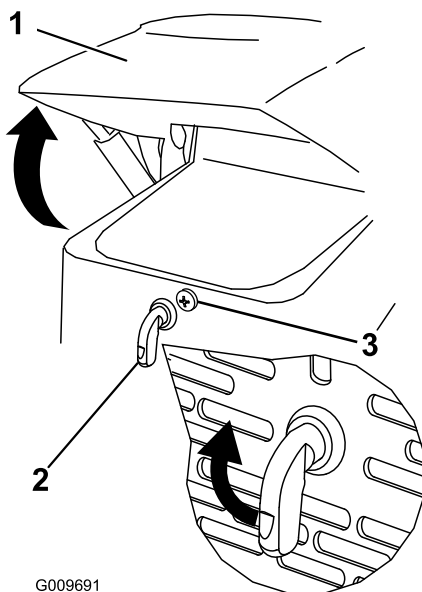

Figura 26
1. Allentate la vite di bloccaggio del cofano (Figura 26)
2. Girate il fermo del cofano in senso orario (Figura 26).
3. Ruotare il cofano verso l'alto (Figura 26).
3. Serrate la vite di bloccaggio del cofano per fissare il dispositivo di chiusura (Figura 26).